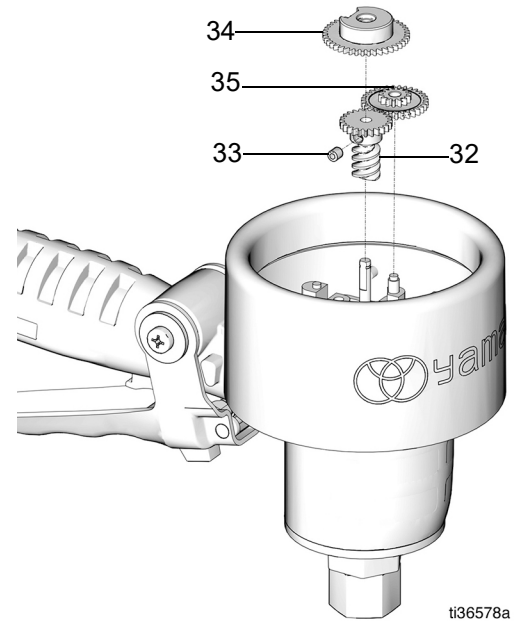

図 12
6. 2 mmの六角レンチを使用して、ギアセットネジ (33) を外します。ギア (32、34、35) を取り外します (図 12)。